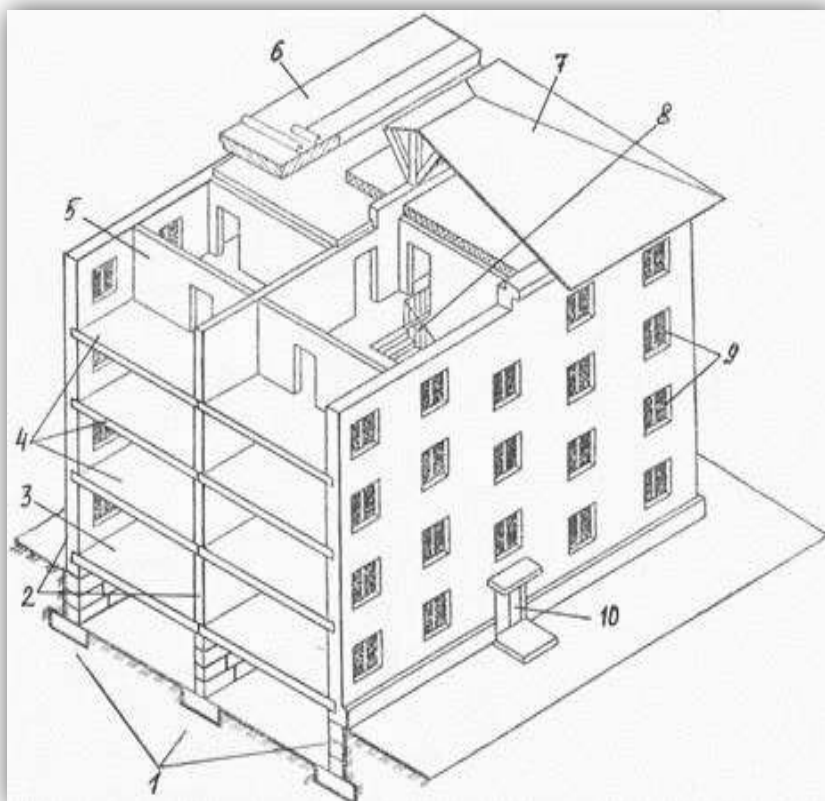
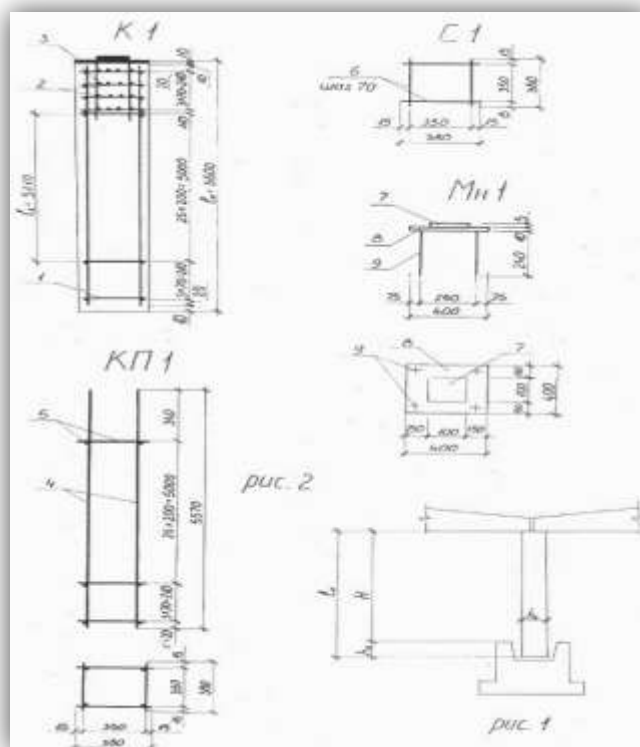

Рис.3. Конструктивные элементы гражданского здания
Рис. 1. Ведомость расхода стали на колонну
1.8 Конструирование колонны (рис.1, 2).
Сборочные единицы Детали Материалы В раздел «Сборочные единицы» записывают арматурные каркасы, сетки, закладные детали. В раздел «Детали» записывают отдельные стержни и детали, состоящие из одного элемента. В разделе «Материалы» указывают класс бетона. В графе «Позиция» указывается номер, присваиваемый данному арматурному изделию или детали. Одинаковые изделия и детали имеют одинаковые порядковые номера. В графе «Масса ед., кг» записывается масса одного изделия (каркаса, сетки, стержня), в зависимости от заполняемой строки. Масса одного стержня определяется следующим образом: 1) по сортаменту выписывается масса одного погонного метра стержня в соответствии с его диаметром; 2) масса 1м умножается на длину данного стержня. Масса сетки определяется с учетом общего количества стержней данного вида, составляющих сетку. При заполнении спецификации и ведомости расхода стали на колонну вес пластин определяется с учетом их объема и удельного веса стали $\rho = 7850 \text{ кг} / \text{м}^3$ При размерах пластины 5 на 100 на 100 ее вес составит: $0,005 \times 0,1 \times 0,1 \times 7850 = 0,42 \text{ кг}.$ Спецификация арматуры на колонну на рис. 3 1.10 Составление ведомости расхода стали. Ведомость расхода стали выполняется по форме, приведенной в приложении. Ведомость расходов состоит из трех разделов: «Напрягаемая арматура» «Изделия арматурные» «Изделия закладные» Так как в контрольной работе рассчитываются элементы, не содержащие предварительно напрягаемой арматуры, то первую графу можно исключить. В ведомость должны быть внесены все классы арматуры, применяемой в конструкции. В каждом классе перечисляются все диаметры арматуры данного класса. В колонке каждого диаметра записывается суммарный вес всех стержней этого класса и диаметра (на всю балку). Ведомость составляется на основании ранее заполненной спецификации арматурных изделий. Ведомость расхода стали на колонну указана на рис. 1.